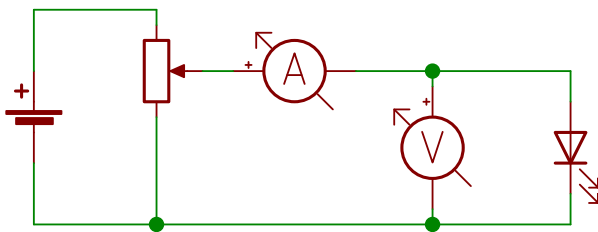

Abbildung 3: Schaltung zur Messung der Schwellenspannung von LEDs
3. Bauen Sie folgende Schaltung (Abb. 3) auf und messen Sie für alle LEDs die jeweilige Sichtschwelligkeitsspannung  $U_{Sicht}$ . Beginnend bei  $U_{LED} = 0 \text{ V}$ 1, drehen Sie dann die Spannung mit dem 10-Gang Potentiometer langsam hoch und beobachten Sie dabei das Einsetzen der Lumineszenz der LED im Dunkeln durch den Tubus.